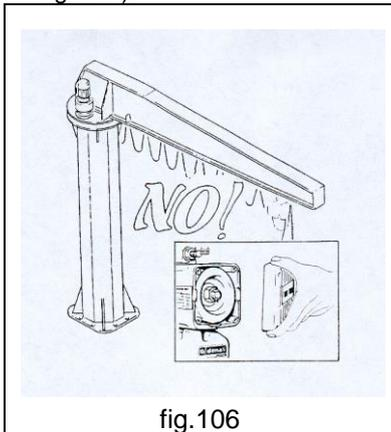

fig.106
- **NE JAMAIS** modifier, décalibrer les réglages des dispositifs de sécurité (fin de course, limiteur de charge, dispositif d'embrayage, etc) et/ou effectuer des modifications sur la potence ou ses composants. (fig.106).